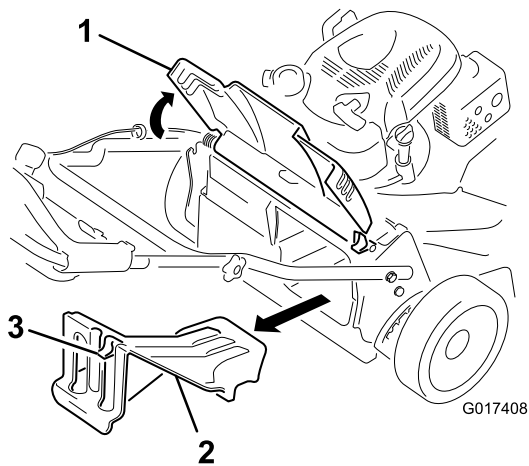

Figura 26
1. Levante y sujete la tapa trasera (Figura 26).
2. Retire el tapón de descarga trasera presionando hacia abajo sobre el enganche con el dedo pulgar y extrayendo del tapón de la máquina (Figura 26).